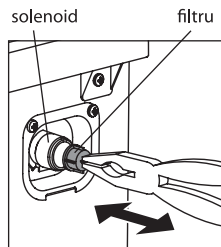

Figura 20
7.2.1 Filtrul din furtunul de alimentare, în conformitate cu Figurile 6 și 7, și filtru în flet conector a solenoidului, așa cum se arată în Figura 20, sunt montate pentru a preveni infundarea mașinii cu particulele solide (nisip, talaș de metal, etc.) din apă. Se recomandă să curățați filtrele, cel puțin o dată pe an.
— Scoateți filtrul de la capetele filetate ale solenoidului, cu o pereche de clește sau pensete, așa cum se arată în Figura 20;